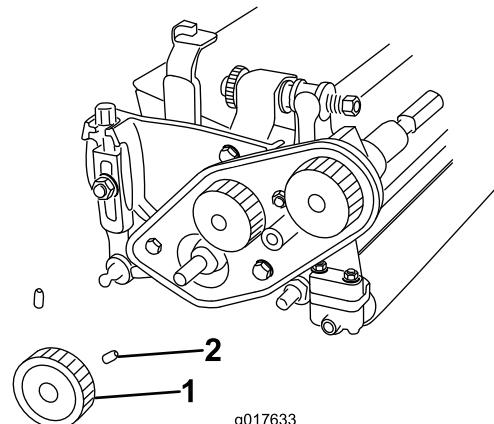

Рисунок 5
3. Ослабьте 2 установочных винта крепления нижнего шкива и снимите шкив с вала барабана (Рисунок 5).
- B. Установите шкив на вал барабана при помощи 2 ранее снятых установочных винтов (Рисунок 5).